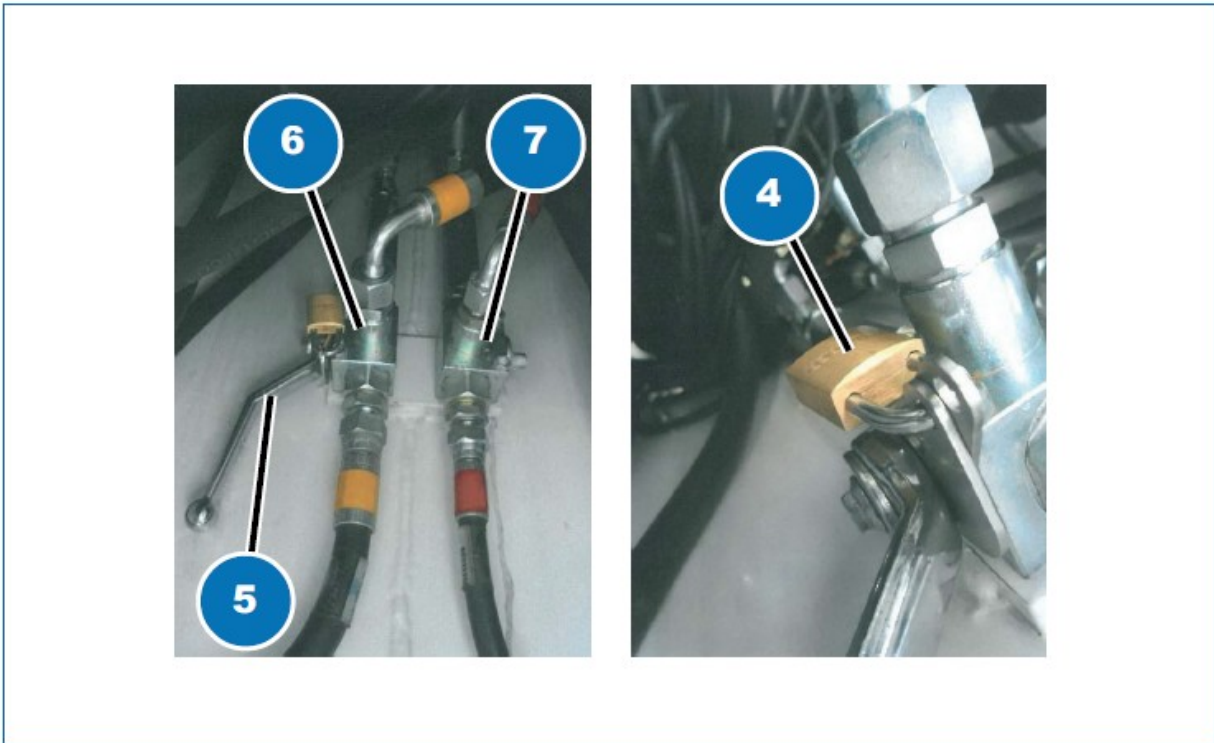

Fig. 8.4
- 6) urcați-vă cu atenție pe platformă și deschideți încuietorea blocului derivator (Fig. 8.4 4) cu cheia dată de managerul de siguranță, ridicând maneta argintie (Fig. 8.4, 5) de pe turelă;
- 7) rotiți ambele supape cu două poziții ale derivatorului (Fig. 8.4, 6 & 7) cu două poziții;
Pentru a lubrifia partea interioară a inelului de rabatare, trebuie să accesați interiorul turelei, îndepărtând capacul turelei, a se vedea Fig. 8.4.